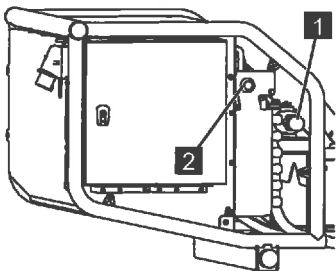

Abb. 182
3. Das Ventil (Abb.182/1) eindrücken und im Uhrzeigersinn verriegeln.
4. Den Taster [Notbedienung] (Abb.182/2) drücken und halten.